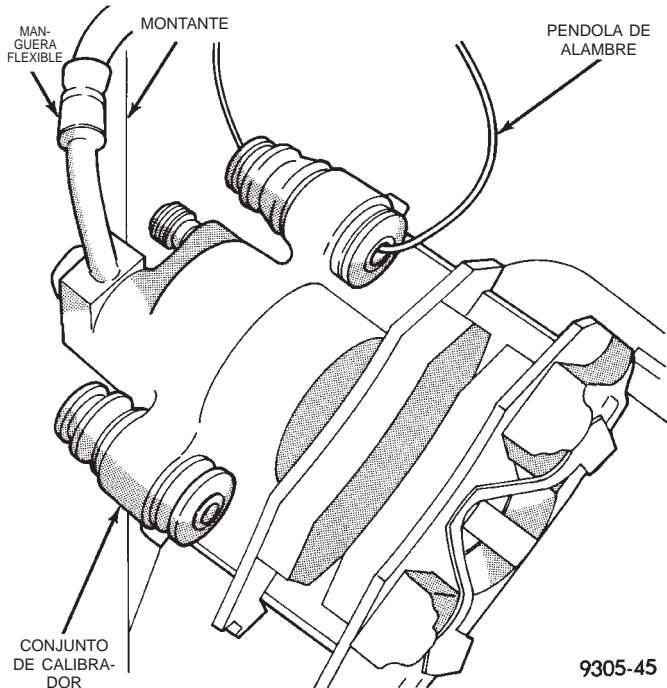

Fig. 72 Cómo se soporta el calibrador
(5) Soporte el conjunto de calibrador firmemente del montante trasero para evitar que el peso del calibrador dañe la manguera de freno flexible (Fig. 72).